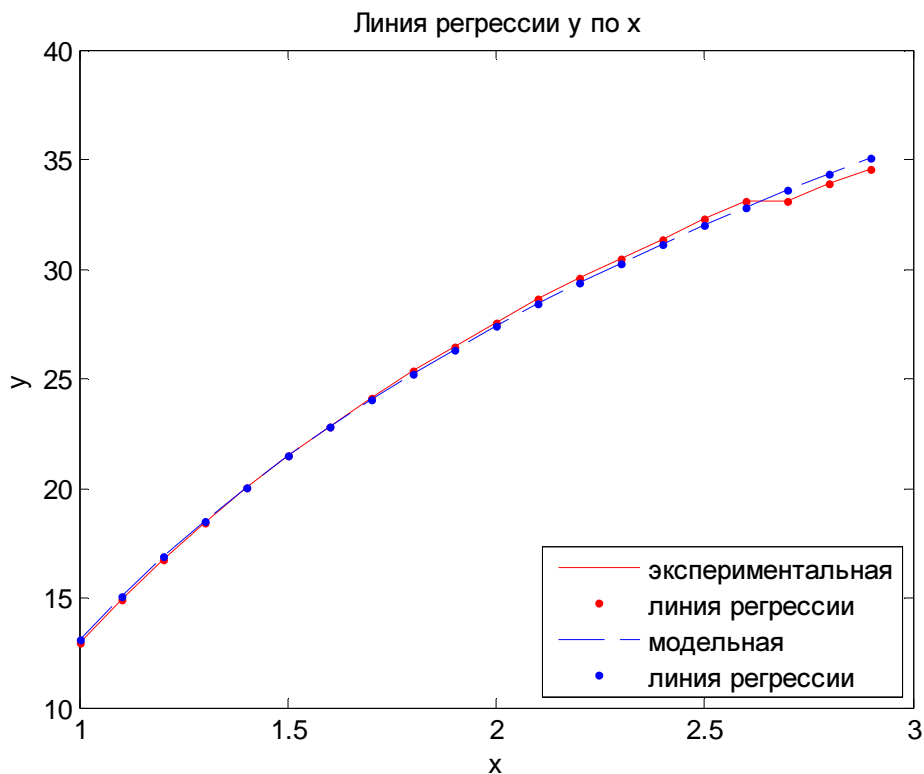

Рисунок 4. Графики экспериментальной и расчетной кривых
Корреляционное отношение  $\theta = 0.9993 \approx 1.00$ , что говорит об очень сильной связи между  $x$  и  $y$ . Таким образом, найденная модель (20) пригодна к использованию. Графики экспериментальной и расчетной кривых, представленные на рис.4, подтверждают качество модели (20).